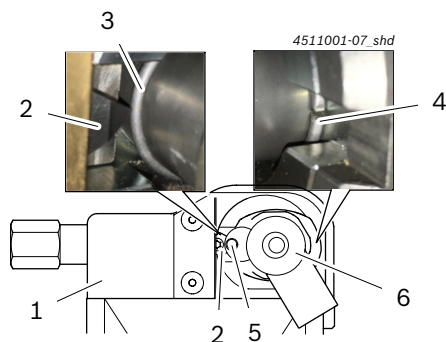

Fig. 8: Pravilen položaj varovalnega obroča
4. Zev varovalnega obroča (Fig. 8, poz. 4) zasučite na stran nasproti obračalne rezalne ploščice.
- ⇨ Varovalni obroč (Fig. 8, poz. 3) je pozicioniran točno na višino obračalne rezalne ploščice (Fig. 8, poz. 2).